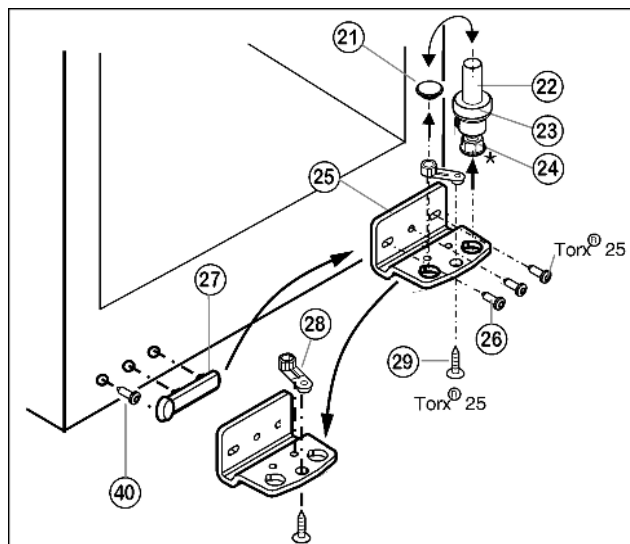

Fig. 5
- Ležajne sornike Fig. 5 (22) v celoti skupaj s podložko Fig. 5 (23) innogami* Fig. 5 (24) izvalcite s potegom navzgor.
- Dvignite čepe Fig. 5 (21).
- Odvijte Fig. 5 (25) ležajni podstavek Fig. 5 (26).
- Odvijte Fig. 5 (29) ležaj Fig. 5 (28) in ga prestavite v nasprotno odprtino ležajnega podstavka, močno privijte.
- Pokrov na strani z ročajem Fig. 5 (27) previdno dvignite, odvijte vijak Fig. 5 (40) in oboje prestavite na nasprotno stran.
- Ležajni podstavek Fig. 5 (25) vstavite na novo stran s tečaji in s pomočjo akumulatorskega izvijača ponovno privijte (**s 4 Nm**).
- Čepe Fig. 5 (21) vstavite v drugo odprtino.
- Ponovno vstavite ležajne sornike Fig. 5 (22) v celoti skupaj s podložko in nogami*. Pri tem pazite na to, da je zaskočni zapah obrnjen nazaj.
- ▶ Vrata od zgoraj nasadite na ležajni sornik spodaj Fig. 5 (22).
- ▶ Vrata po potrebi čez obe vzdolžni odprtini v ležajnem podstavku spodaj Fig. 5 (25) poravnajte z ohišjem aparata. Odvijte srednje vijake.